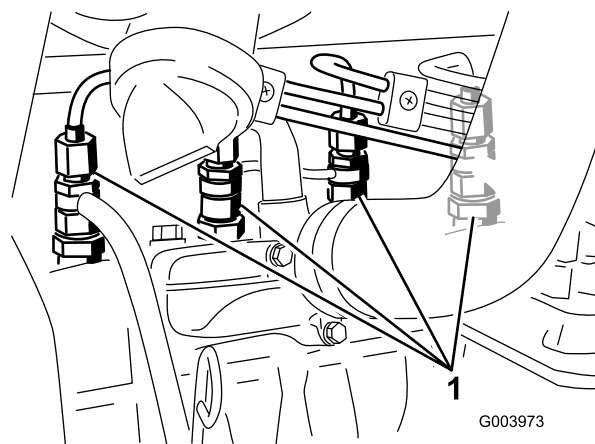

Bild 38
1. Lockern Sie den Leitungsanschluss an der ersten Düse und Halterung (Bild 38).